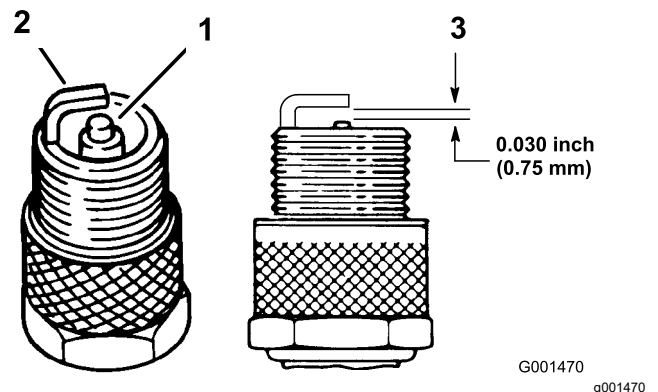

Figura 20
1. Mire la parte central de las bujías (Figura 20). Si se observa un color gris o marrón claro en el aislante, el motor está funcionando correctamente. Si el aislante tiene un recubrimiento negro, significa que el limpiador de aire está sucio.
2. Compruebe la separación entre los electrodos central y lateral (Figura 20). Si la distancia no es correcta, doble el electrodo lateral (Figura 20).
3. Conecte los cables a las bujías (Figura 20).